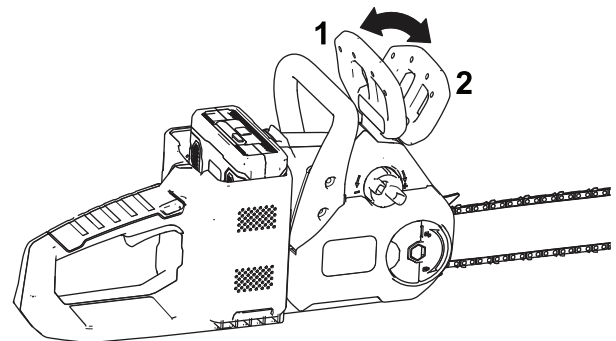

Figura 27
2. Innestate il freno catena spostandolo in avanti nella posizione di ARRESTO (Figura 27).
4. Disinnestate il freno catena spostandolo indietro nella posizione di FUNZIONAMENTO (Figura 27).
2. Allentate il dado ad alette su carter, ma senza rimuoverlo (Figura 27).